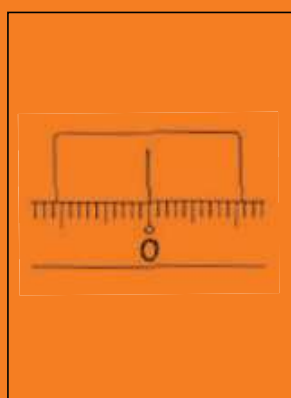

РИСУНОК 15
2. Наведитесь на точку А и вращайте лимб “8” до совмещения индекса с отсчетом 0° (Рис.15).